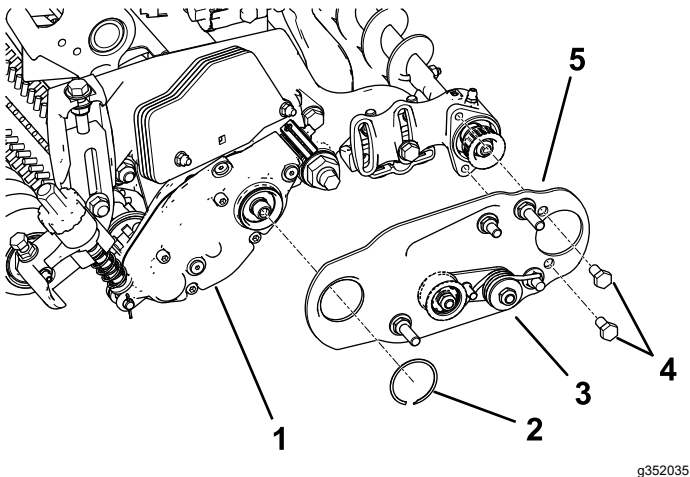

图 12
3. 安装左侧或右侧滚筒刷枢轴板 图 12。
注意 确保怠轮皮带轮组件按 图 12 中所示安装在底部。
4. 为 2 个螺栓 5/16 x 1/2 英寸涂抹蓝色防松螺纹油并用这两个螺栓将滚筒刷侧板安装到滚筒刷轴承座上 图 12。
5. 用卡环将滚筒刷侧板固定至滚筒刷架上 图 12。